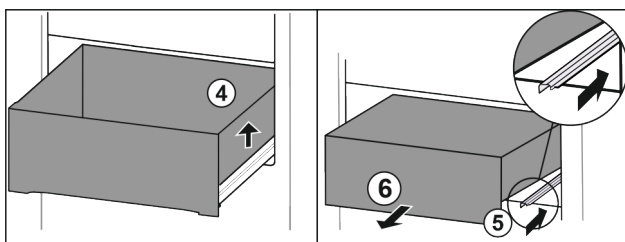

Fig. 72
- ▶ Підняти висувний ящик праворуч. Fig. 72 (4)
- ▶ Вставити праву рейку. Fig. 72 (5)
- ▶ Вийняти висувний ящик рухом вперед. Fig. 72 (6)